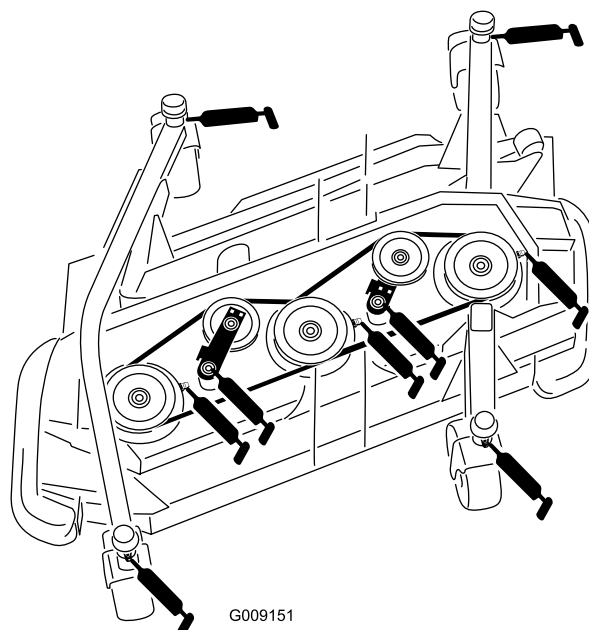

Figura 91
- Casquillo del eje de la horquilla de la rueda giratoria (4) (Figura 91)
- 3 cojinetes de eje giratorio (situados en el alojamiento del eje) tal y como se muestra en la Figura 91
- 2 casquillos de pivote de brazo tensor (situados en el eje del pivote tensor) tal y como se muestra en la Figura 91